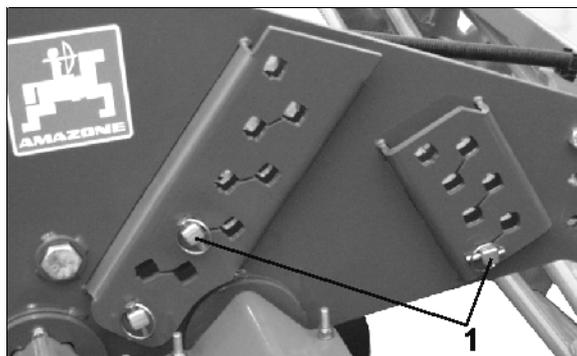

Fig. 29
3. Fijar pasador clavija (Fig. 29/1).